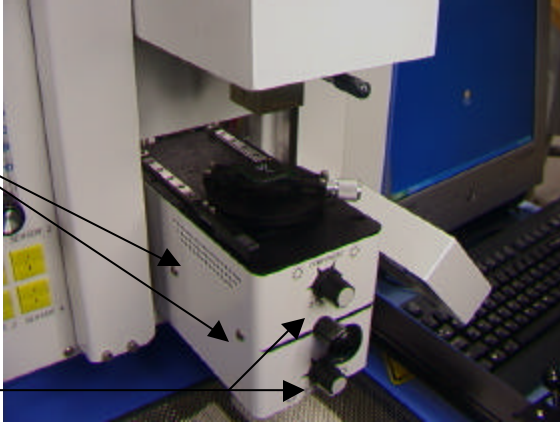

Figura 13
1. Afloje los tornillos prisioneros de los botones de ajuste de la iluminación (Figura 13)
3. Retire los cuatro tornillos (2 a cada lado) de la cubierta metálica de la cámara (Figura 13)
5. Al aflojar los tornillos superiores (A) y apretar los tornillos inferiores (B), se ajusta el prisma hacia abajo
6. Aflojando los tornillos inferiores (B) y apretando los tornillos superiores (A), se ajusta el prisma hacia arriba
7. Aflojar el tornillo central derecho (C) permite hacer rotar el prisma sobre el eje Y